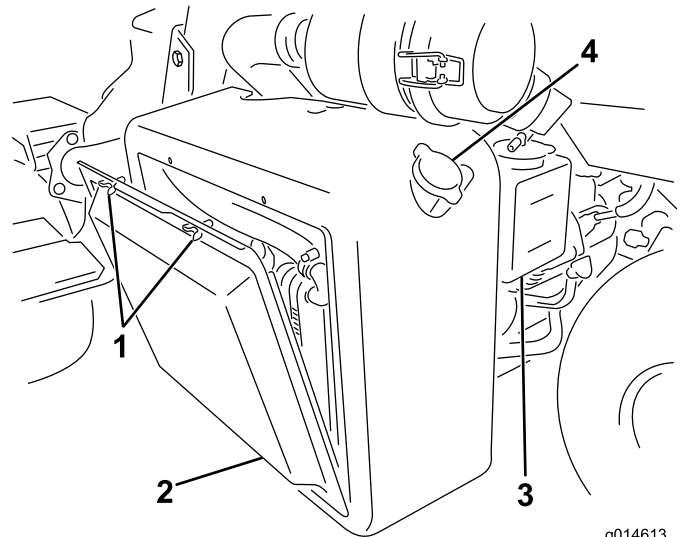

Figure 51
1. Retirez l'écran du radiateur (Figure 51).